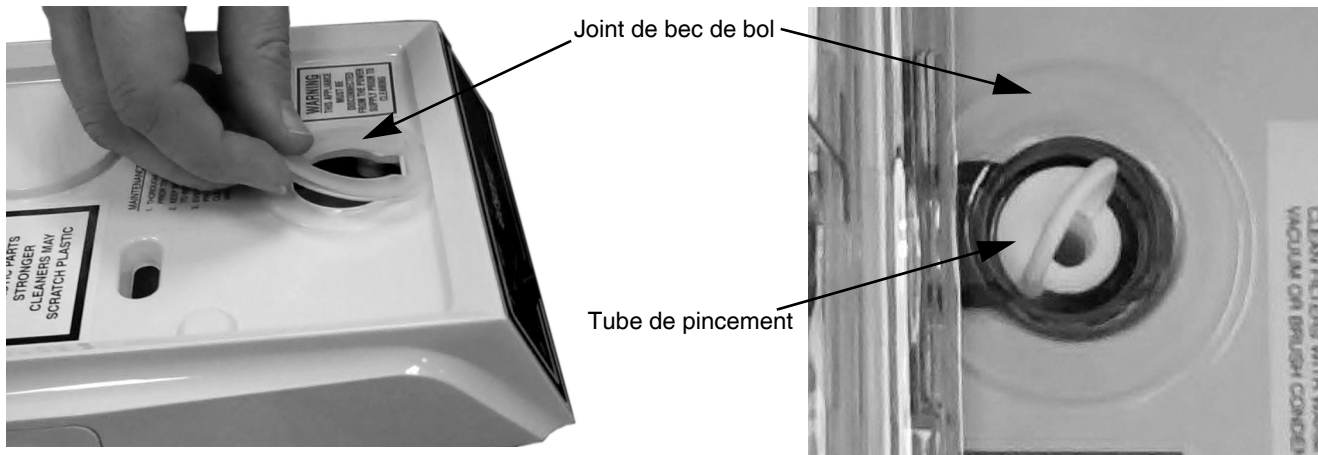

Figure 6.
4. Vérifier que le joint bol de bec est monté correctement pour l'ensemble de base, comme le montre la Figure 6.